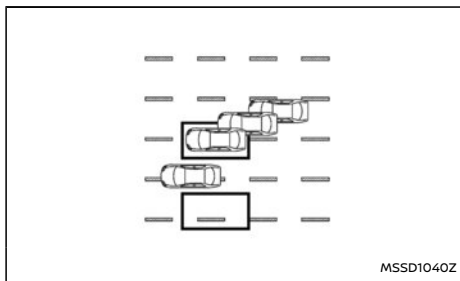

Figura 12 Entrando lateralmente
**Figura 12:** Il sistema Intelligent Blind Spot Intervention non entra in funzione se il veicolo sta viaggiando sulla linea di demarcazione della corsia quando un altro veicolo entra nell'area di rilevamento. In questo caso funziona soltanto il sistema BSW.